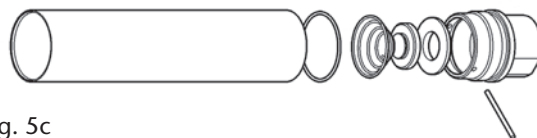

Fig. 5c
3. Secure the pump tube gently in a vice and unscrew and remove the foot valve (fig. 5c). Clean and check the foot valve parts, replace if damaged.
3. Fije el conjunto tubo de succión en la mordaza y desenrosque y quite la válvula de pie (fig. 5c). Limpie y verifique los componentes de la válvula, en caso de deterioro, sustituya los componentes afectados.
3. Placer l'ensemble du tube d'aspiration sur un établi et desserrer pour ensuite retirer le clapet de pied (fig. 5c). Nettoyer et remplacer si nécessaire les éléments du clapet de pied qui pourraient être endommagés.